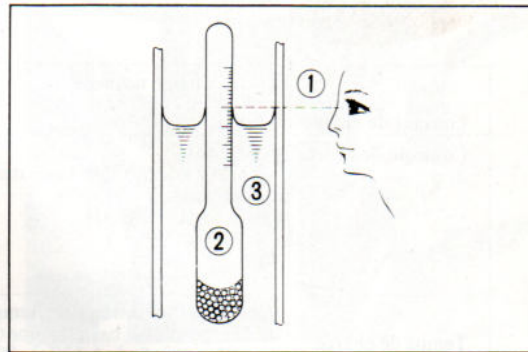

Fig. 160 ① Niveau de l'oeil ② Densimètre ③ Electrolyte
- 1) Mesurer la densité de l'électrolyte avec un décimètre; si elle est en dessous de 1,200 (ramenée à 20°C) la batterie doit être rechargée. L'échelle des densités est graduée sur la queue du flotteur et la lecture se fait au niveau du liquide, le flotteur immobile. (Fig. 160)